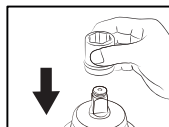

Abb. 9A
3. Um ein Steckschlüsseleinsatz zu befestigen, richten Sie es über den Vierkant-Antrieb aus und schieben Sie es fest über den Haltering. (Abb. 9A)